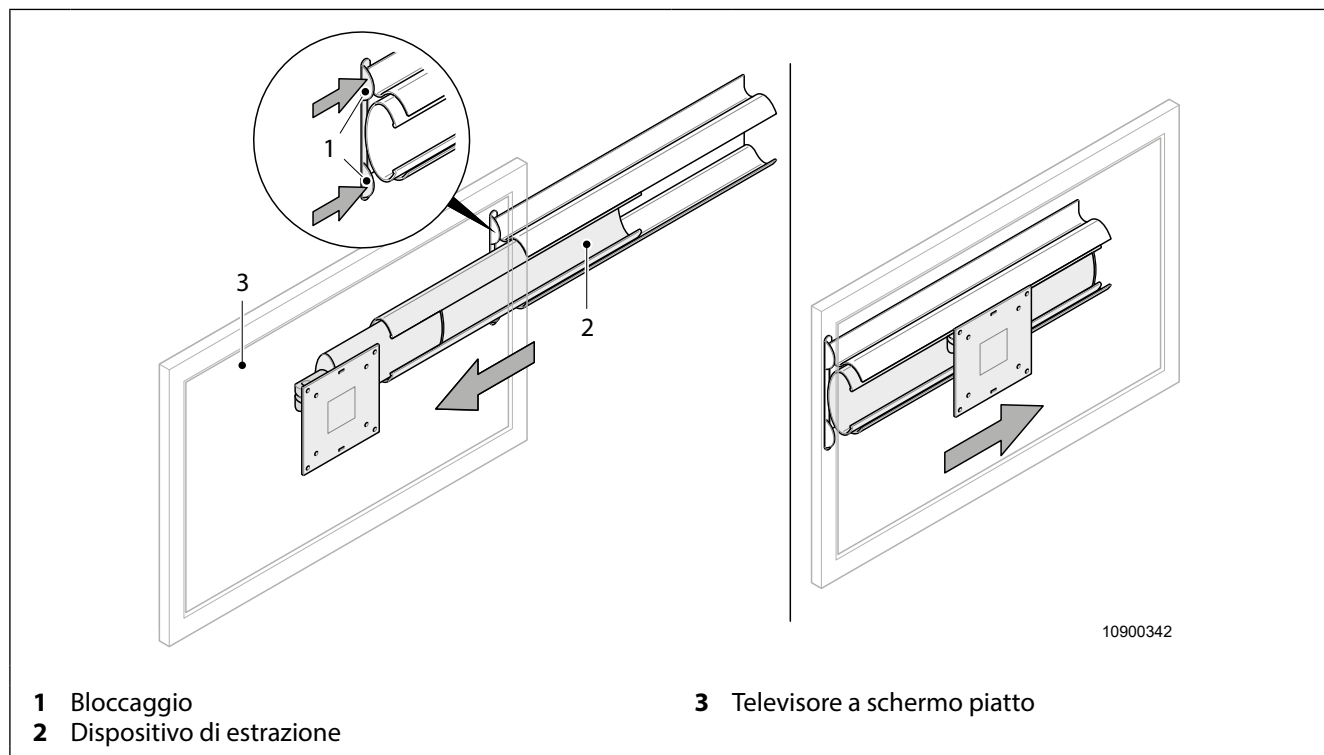

Fig. 25 Televisore a schermo piatto scorrevole
1. Premere il dispositivo di bloccaggio (Fig. 25, pos. 1) e tenerlo premuto.
2. Estrarre il televisore a schermo piatto (Fig. 25, pos. 3) fino alla posizione finale.
1. Spingere indietro il televisore a schermo piatto (Fig. 25, pos. 3) fintanto che si innesta in modo udibile nella posizione finale.